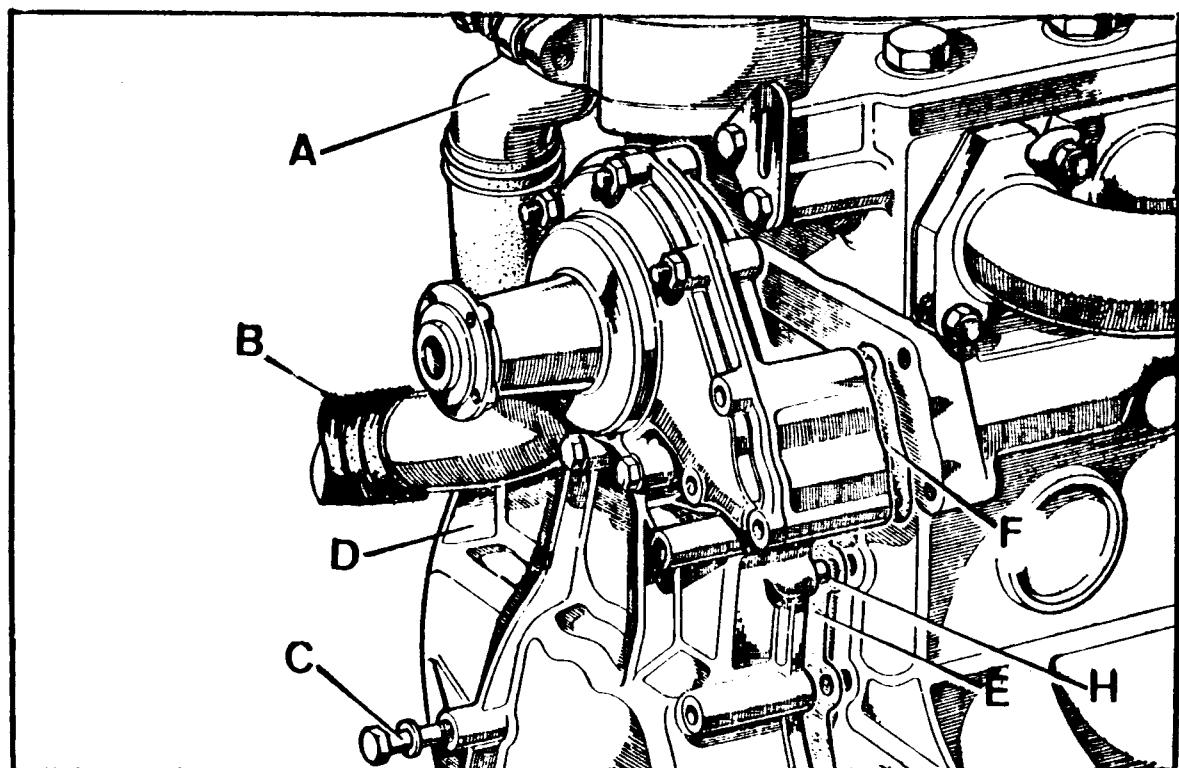

Fig. A1-81
- 1.5. Desmontar la tubería de derivación, A (Fig. A1-81) y el manguito, B, de comunicación con la parte inferior del radiador.
- 1.6. Desmontar los tornillos, C (Fig. A1-81) que fijan la tapa de la distribución, D.
- 1.7. Desmontar los tres tornillos que por la parte inferior, fijan el cárter de aceite a la tapa y extraer dicha tapa, D (Fig. A1-81) así como las juntas, E y F.
- 2.3. Cubrir con grasa ambos costados de las juntas, E y F (Fig. A1-81) las cuales deberán ser nuevas y colocar dichas juntas en su posición sobre la tapa.
- 2.4. La posición de la tapa sobre el bloque, queda determinada por las espigas, H (Fig. A1-81). Fija dicha tapa con sus tornillos, C.